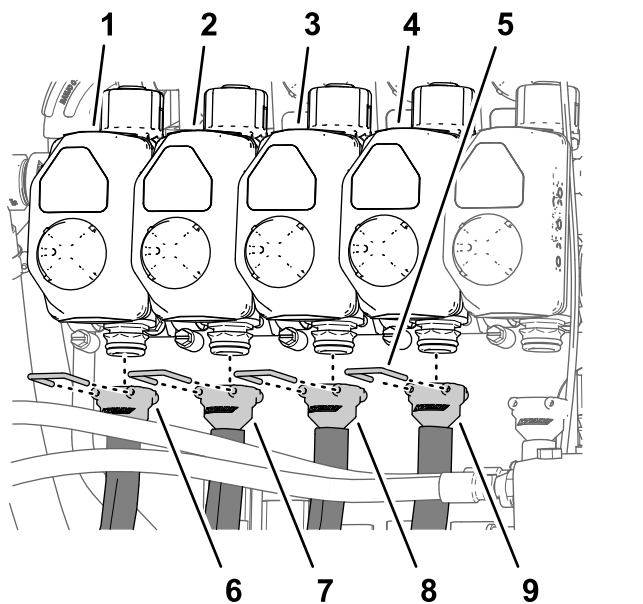
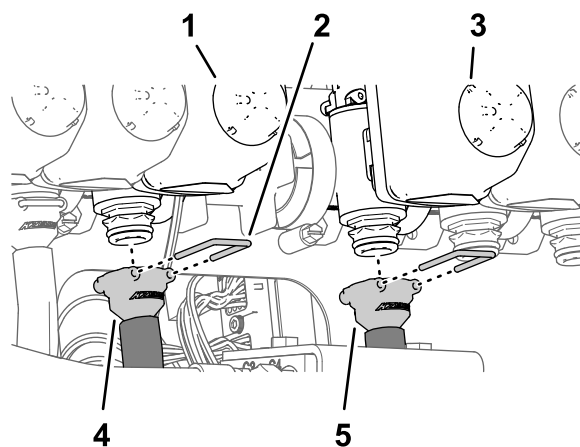

図 124
図 125
注 ノズルバルブの位置については 図 124 各ホースをノズルバルブ~4 番に取り付ける。(ページ 55)、図 125 ホースをノズルバルブ5および6 番に取り付ける。(ページ 55)、および図 126 各ホースをノズルバルブ710 番に取り付ける。(ページ 56) を参照してください。
1. 給液ホース279cmのバーブ付きストレートフィッティングを、ノズルバルブ番のカップラに組み付ける 図 124。
2. リテーナを使って、バーブ付きフィッティングをバルブに固定する 図 124。
3. 給液ホース234cmのバーブ付きストレートフィッティングを、ノズルバルブ2番のカップラに組み付ける 図 124。
4. リテーナを使って、バーブ付きフィッティングをバルブに固定する 図 124。
5. 給液ホース188cmのバーブ付きストレートフィッティングを、ノズルバルブ3番のカップラに組み付ける 図 124。
6. リテーナを使って、バーブ付きフィッティングをバルブに固定する 図 124。
7. 給液ホース188cmのバーブ付きストレートフィッティングを、ノズルバルブ4番のカップラに組み付ける 図 124。
8. リテーナを使って、バーブ付きフィッティングをバルブに固定する 図 124。
1. 給液ホース81cmのバーブ付きストレートフィッティングを、ノズルバルブ5番のカップラに組み付ける 図 125。
2. リテーナを使って、バーブ付きフィッティングをバルブに固定する 図 125。
3. 給液ホース81cmのバーブ付きストレートフィッティングを、ノズルバルブ6番のカップラに組み付ける 図 125。
4. リテーナを使って、バーブ付きフィッティングをバルブに固定する 図 125。